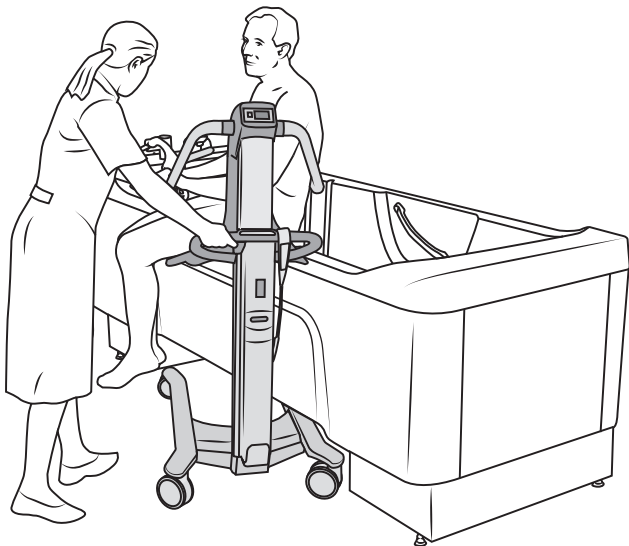

Figure 25
5. Positionner le fauteuil élévateur d'hygiène en diagonale sur le côté de la baignoire Classic Line 2 en veillant à ce qu'il y ait suffisamment d'espace sur les côtés. Voir la section Figure 25.